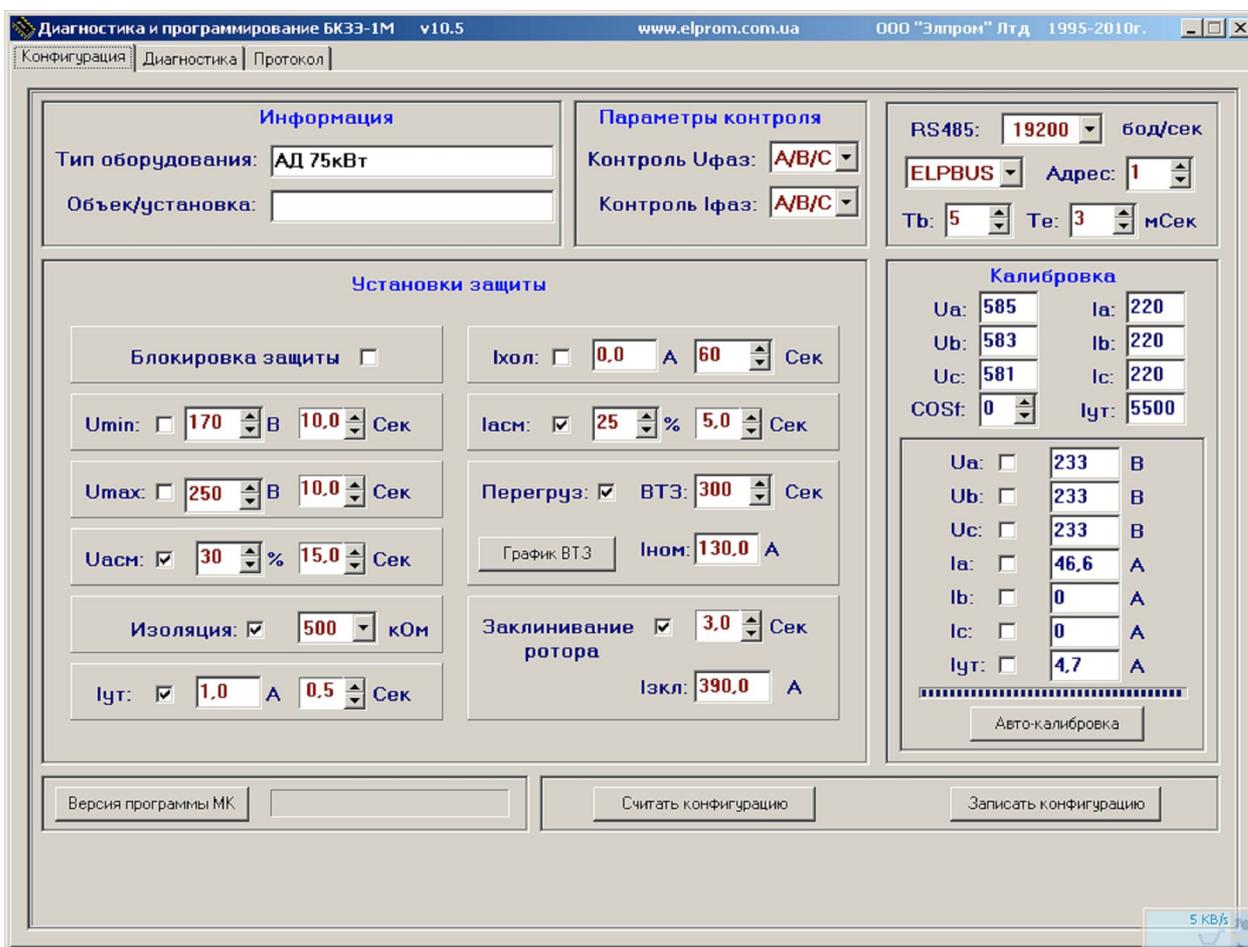

Рисунок 9.3.5. Общий вид раздела «Конфигурация».
- установите флажок в поле «Блокировка защиты» (Рис. 9.3.5), если необходимо исключить срабатывание защиты;
- выполните запись конфигурации, нажав на кнопку «Записать конфигурацию» (Рис. 9.3.5);